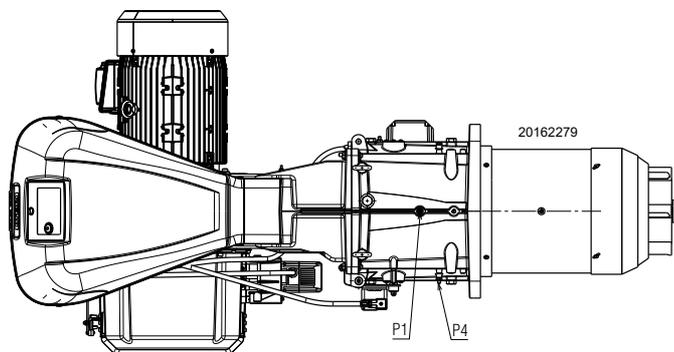

Abb. 25
Gasdruck, am Anschluss P1) (Abb. 25) gemessen mit:
- Vom Gasdruck am Anschluss P1)(Abb. 25) den Druck in der Brennkammer abziehen.
$$\begin{aligned} \text{Gasdruck am Anschluss P1)(Abb. 25)} &= 27,6 \text{ mbar} \\ \text{Brennkammerdruck} &= 2 \text{ mbar} \\ 27.6 - 2 &= 25,6 \text{ mbar} \end{aligned}$$
Um stattdessen den am Anschluss P1) (Abb. 25) notwendigen Gasdruck zu ermitteln, nachdem die Höchstleistung festgelegt wurde, bei der Brenner arbeiten soll:
- Rechts, in Spalte 1, den Druck am Anschluss P1) (Abb. 25) ablesen.
Am Anschluss P1) (Abb. 25) erforderlicher Druck.